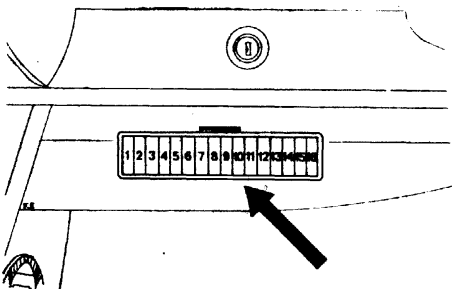

fig. 7
- 13 - Boîte à fusibles (voir fig. 7).
- 13 - Fuse box (fig. 7).
VALVOLE (fig. 7)
FUSIBLES (fig. 7)
FUSES (fig. 7)